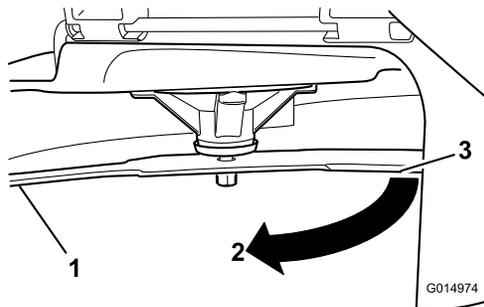

Figure 75
3. Seconde distance mesurée entre la lame et la surface (B)
4. Tournez la même lame de 180 degrés pour amener l'autre tranchant à la même position (Figure 75).